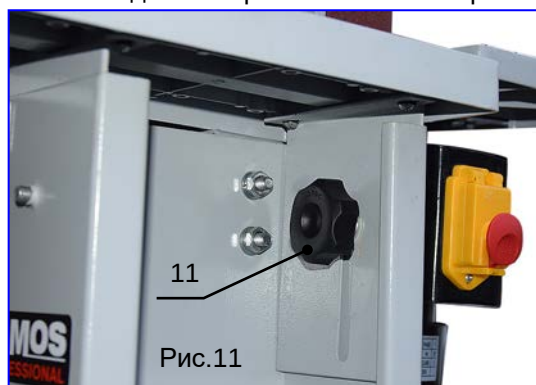

Рис.11
2. Ослабьте две регулировочные ручки (поз.11, рис.11) для регулировки высоты кромкошлифовального стола на желаемое положение.